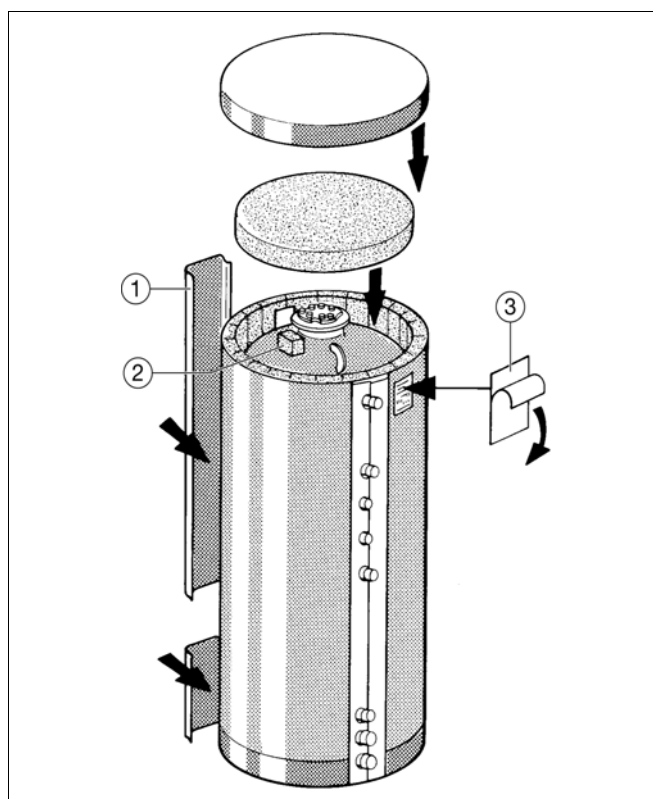

Abb. 8 Prinzipabbildung
- Rechteckiger Wärmeschutzstopfen von innen in den Ausbruch legen (Abb. 8).
- Obere Wärmeschutzscheibe so auf den Handlochdeckel legen, daß sie mit der Wärmeschutzmatte abschließt (Abb. 8).
- Speicherhaube (Kunststoffhaube) über die Wärmeschutzscheibe und den Rand der Wärmeschutzmatte aufsetzen (Abb. 8).
- Abdeckleiste auf die Verschlußleiste der Wärmeschutzmatte aufstecken (Abb. 8).
- Schutzfolie von Typenschildrückseite abziehen und Typenschild oben rechts neben dem Stutzen „AB“ aufkleben (Abb. 8).
- Obere Wärmeschutzscheiben auflegen (Abb. 8).